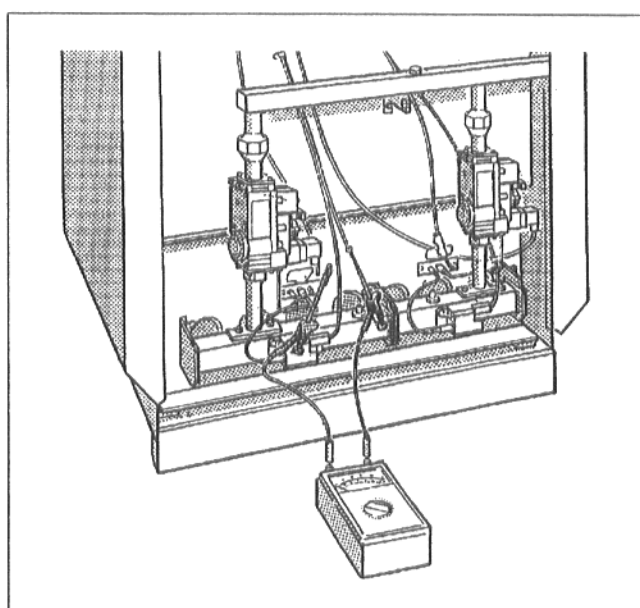

Fig. 32: Măsurarea curentului de ionizare
- Aparatul de măsură se racordează la cablul de supraveghere și electrodul de supraveghere în serie (Fig. 32). La aparatul de măsură se alege intervalul  $\mu\text{A}$  de curent continuu.